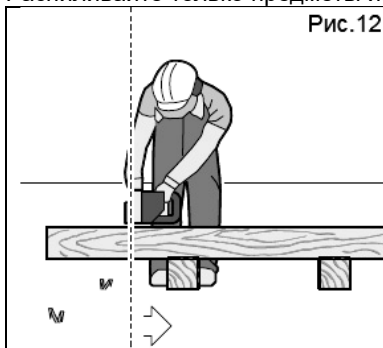

Рис. 12
- Укладывайте ветвь/доску, как это показано на рисунке, и обеспечьте его опору так, чтобы распил не сужался, и пильная цепь не могла зажиматься (рис. 12).